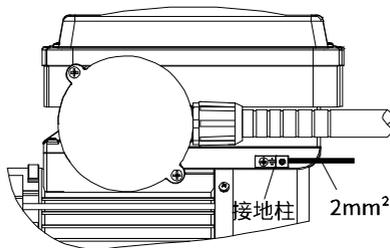

图 5
- 11. 离游泳池泵周边 1.5 米范围内的水疗和热水浴缸设备金属部件用 2mm² 的铜导线连接到接地柱上。(图 5)